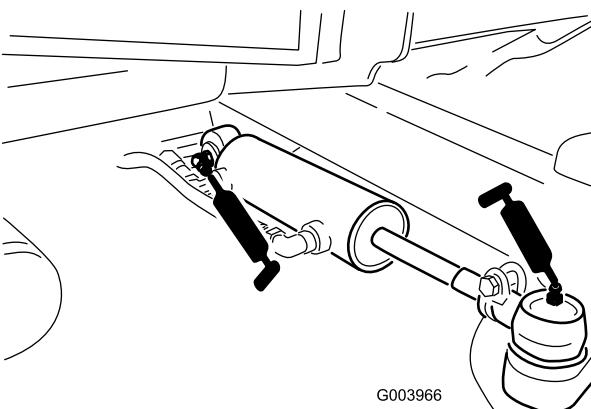

図 57
- ステアリングシリンダのボールジョイント（2ヶ所）(図 57)